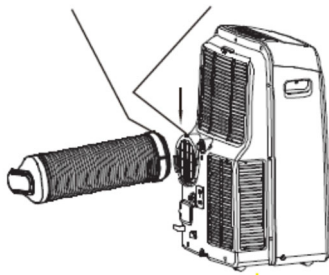

Fig.17
2. Plaats de haak van de uitlaatslang terug in de opening van de luchtuitlaat en schuif de uitlaatslang langs de pijlrichting naar beneden (zie Fig.17) voor de installatie.